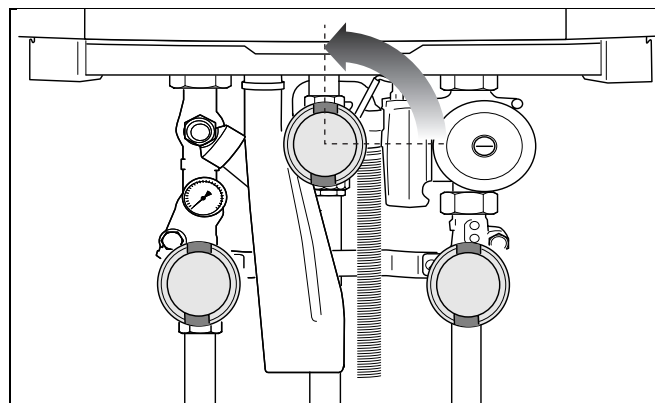

Fig. 16 Ouvrir le robinet de gaz.
- Ouvrir le robinet de gaz lentement. Pour cela, appuyer sur le robinet de gaz et tourner vers la gauche de $\frac{1}{4}$ de rotation (fig. 16). En position "Ouvvert" le robinet de gaz est en position verticale.